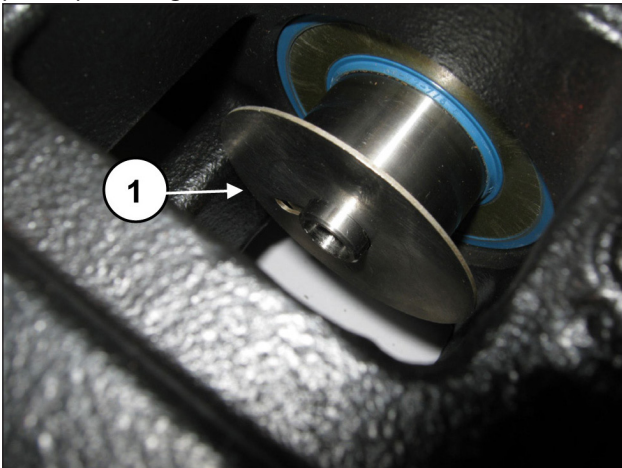

Fig. 180
Posicione a proteção contra respingos na ranhura da guia do pistão (pos. ①, Fig. 180).